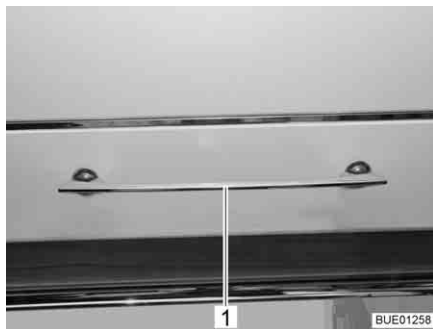
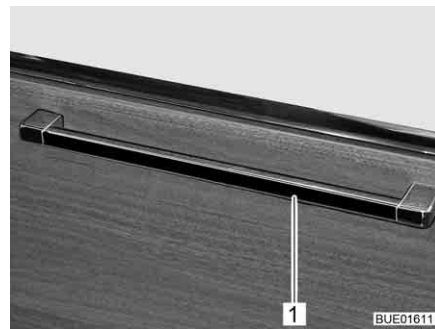

Fig. 75 Sportello del mobile con maniglia di sbloccaggio
Fig. 76 Sportello del mobile con maniglia di sbloccaggio (alternativa)
- Premere la maniglia di sbloccaggio (Fig. 75,1 o Fig. 76,1) verso l'alto, di lato o verso il basso, a seconda della posizione di montaggio, e tenerla premuta.